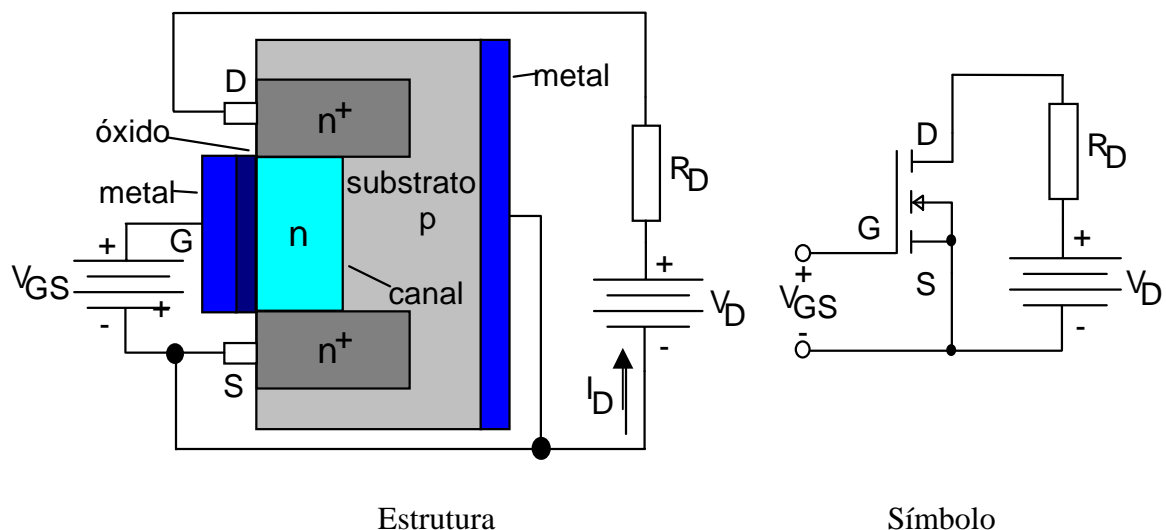

Figura 4.17 : Estrutura e símbolo do MOSFET de canal n.
O MOSFET de Depleção pode ser de canal n ou p. O canal n é formado por um substrato de silício tipo p, com duas regiões altamente dopadas de silício tipo  $n^+$  com baixa resistência de conexão. O gate é isolado do canal n por uma fina camada de Óxido de Silício. Os três terminais são : gate ( G ); dreno ( D ) e fonte ( S ). O substrato é normalmente ligado à fonte (S). A tensão entre gate e fonte (  $V_{GS}$  ) pode ser, também, positiva ou negativa. A figura 4.17 mostra a estrutura básica de um com canal tipo n, e seu respectivo símbolo.